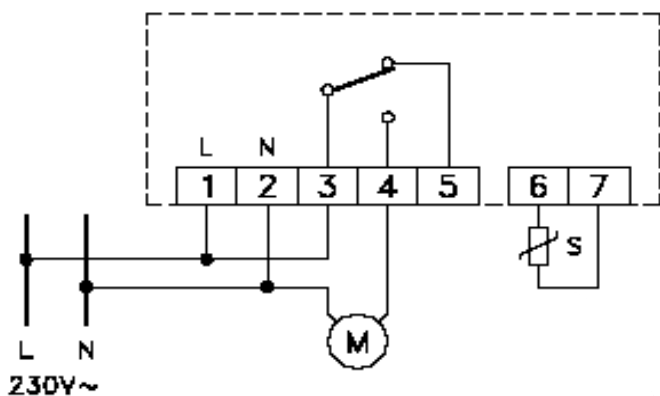

Рис.2 Схема подключения
4. Подключить термостат согласно схеме на рис.2, 4 или 5.